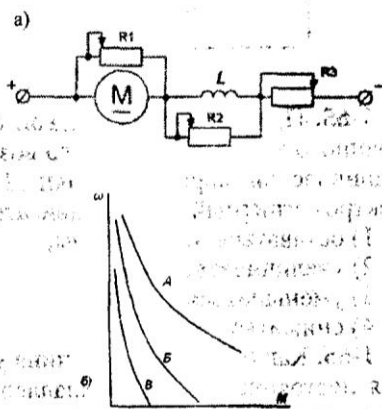

Рис. 39
**1-62.** Механические характеристики двигателя постоянного тока последовательного возбуждения, представленные на рис. 39, могут быть получены при изменении величины сопротивления резистора: